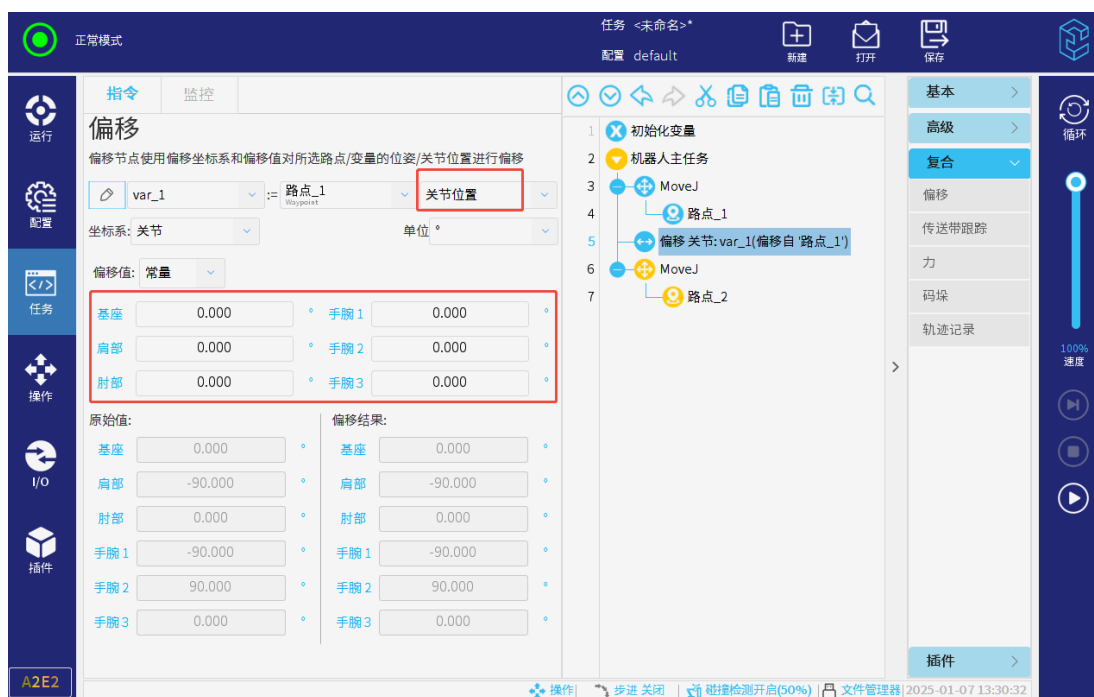

图 3-116: 关节角偏移
- 关节角偏移模式（见图 3-116）下，同单位的原始数据与偏移值直接相加即可得到新的关节角数据。